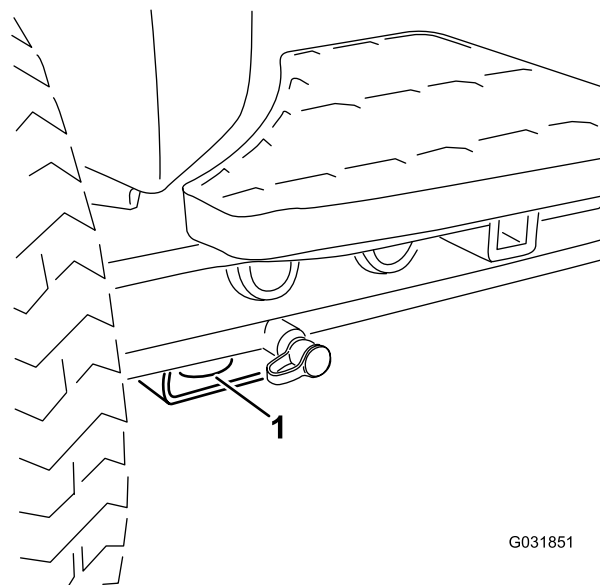

図 41
- 前各前輪の内側、アクスルチューブの下にある四角いパッド(図 41)